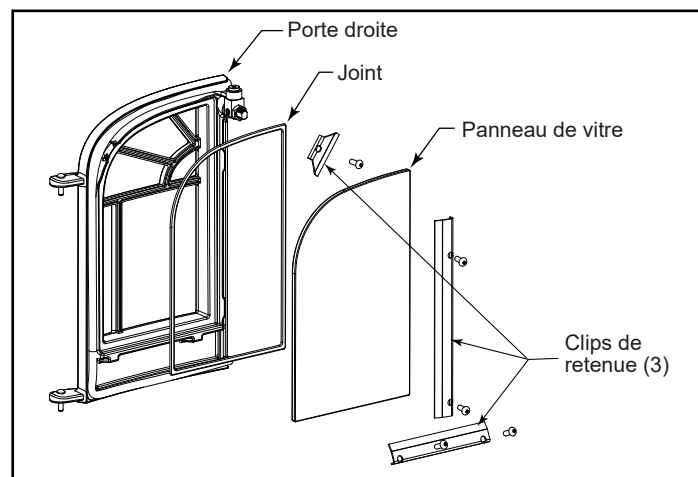

Figure 3.1 - Vue éclatée du montage de la vitre sur la porte droite.
2. Fixez la vitre sur toutes les deux portes à l'aide des clips de retenue. Serrez toutes les vis. (Figure 3.1)